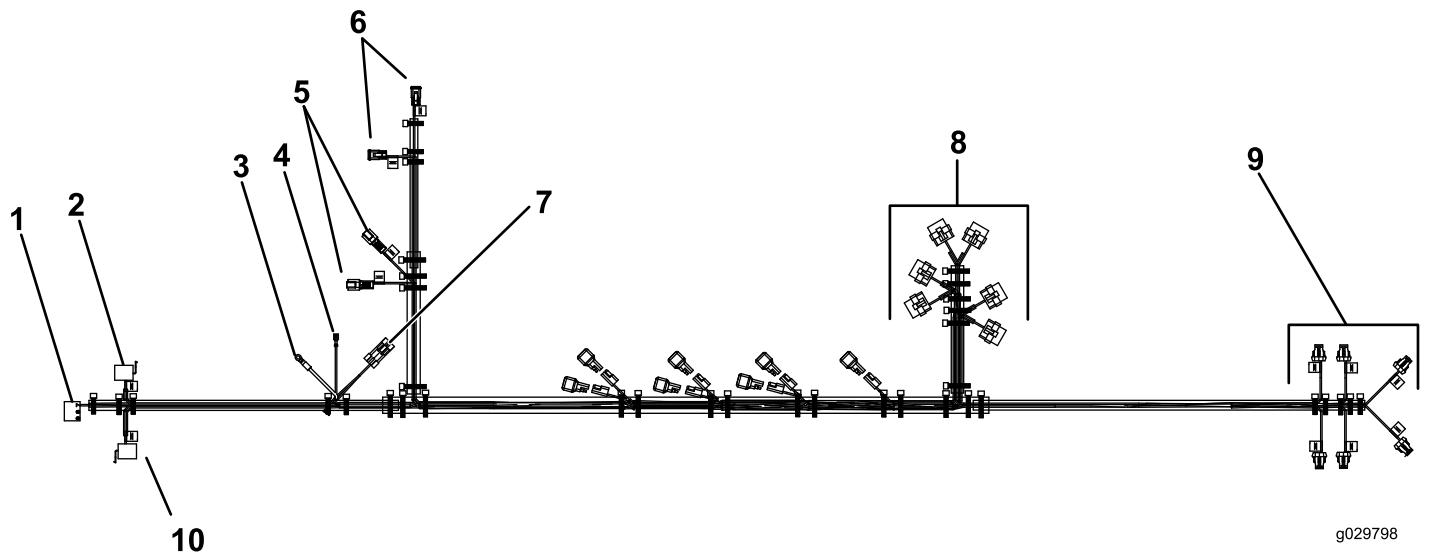

Рисунок 31
2. Проложите и подсоедините жгут проводки (Рисунок 30) в следующих местах:Рисунок 31